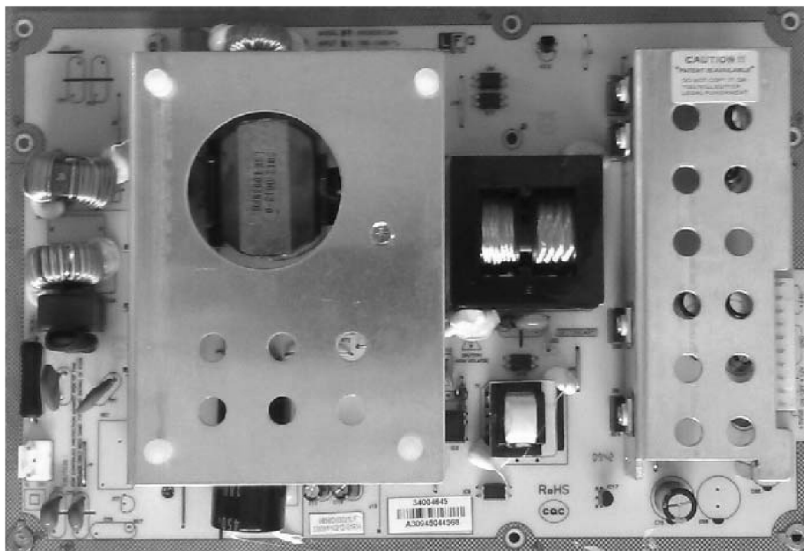

图 5-119 电源板 34005553 实物板图
【要点与点拨】: 该机电源属于电源板 34005553,实物如图 5-119 所示。
1. 该机电源属于电源板 34006304 (见图 5-119)。